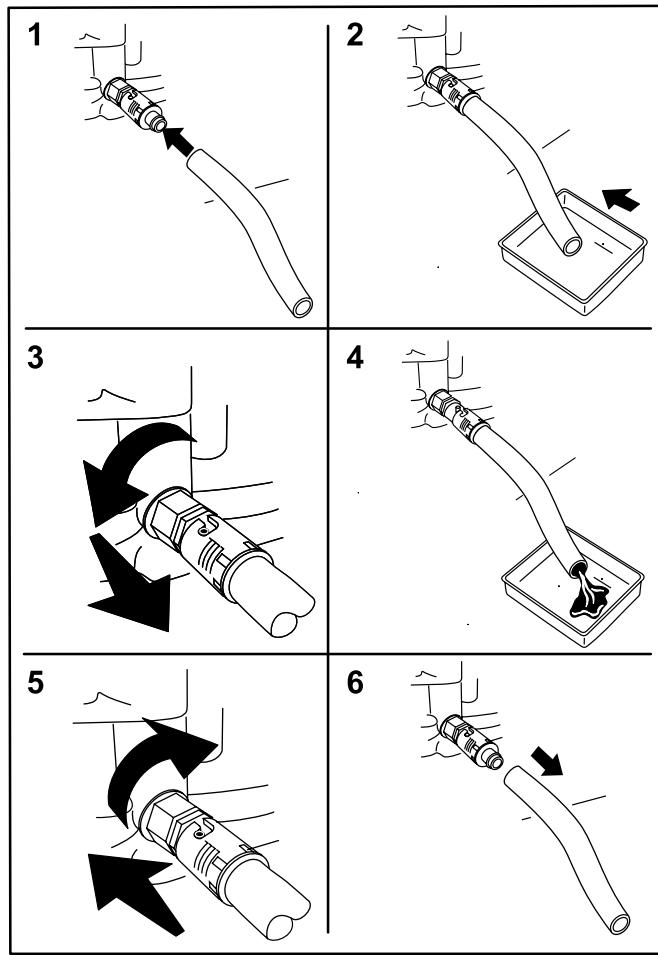

Рисунок 15
4. Установите сливной шланг на вентиль для слива масла из двигателя (Рисунок 15).
5. Поместите другой конец шланга в подходящий контейнер для масла (Рисунок 15).
6. Поверните маслосливной кран на 1/4 оборота против часовой стрелки, чтобы начать слив масла (Рисунок 15).
7. После полного стекания масла закройте маслосливной кран, повернув его на 1/4 оборота по часовой стрелке (Рисунок 15).